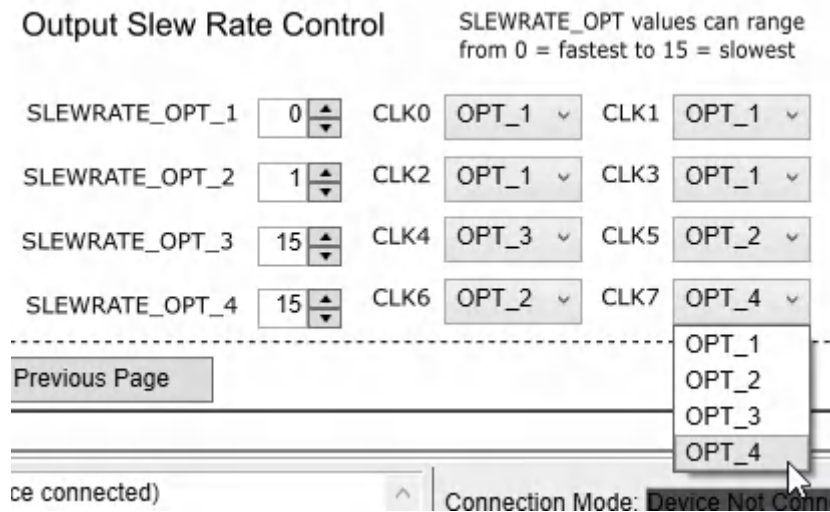

图 4-5. TICS Pro 中的输出压摆率设置示例
- a. 按照步骤 1a 中的示例，如果希望 CLK0、CLK1、CLK2 和 CLK3 具有最快的压摆率，CLK4 和 CLK7 具有最慢的压摆率，并且 CLK5 和 CLK6 具有第二快的压摆率，请将 CLK0、CLK1、CLK2 和 CLK3 的下拉菜单设置为 OPT_1，将 CLK4 和 CLK7 设置为 OPT_3 或 OPT_4，并将 CLK5 和 CLK6 设置为 OPT_2，如图 4-5 所示。